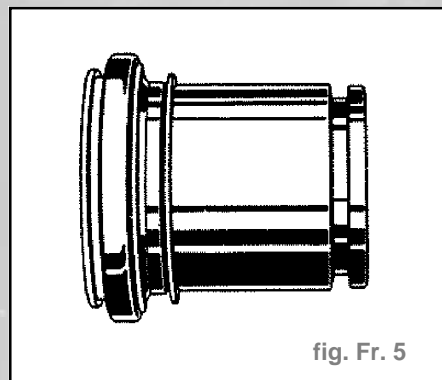

fig. Fr. 5
- Mettre le capuchon de protection sur le piston afin d'assurer la bonne mise en place de la lèvres d'étanchéité extérieure sur le piston (fig. Fr. 5).